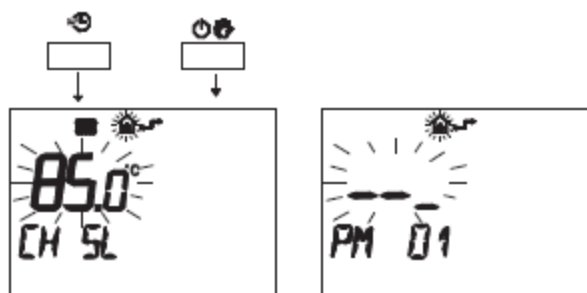

рис. 5.59
- Нажмите одновременно кнопки **☀** и **☀**, чтобы войти в режим программирование, см. рис. 5.59